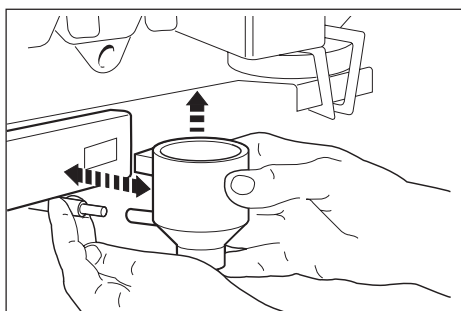

Fig. 30
- Extraire les tuyaux de distribution (29), en faisant attention aux joints des tuyaux. Enlever le couvercle du bol (4) de son logement sur le carter d'aspiration et le séparer du bol produit (5), en retirant aussi le tuyau d'eau en silicone (Fig. 30). Tourner maintenant le mélangeur (6) et l'extraire. Nettoyer le mixeur avec une éponge imbibée d'eau tiède, sans exercer une pression excessive pour ne pas altérer le positionnement du joint d'étanchéité.